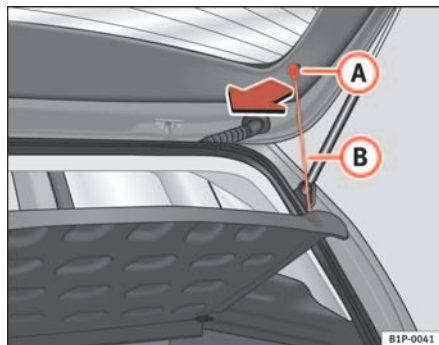

Fig. 105 Bandeja portaobjetos
- Desenganche los tirantes ⇒ fig. 105 **(B)** de los alojamientos **(A)**